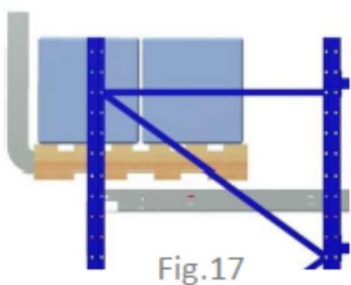

Fig.17
**Passaggio 4:** quando il perno del tappo raggiunge il tappo all'interno della testa anteriore, la catena smetterà di muoversi. Non trascinare più il pallet, sollevare il pallet (Fig. 17)